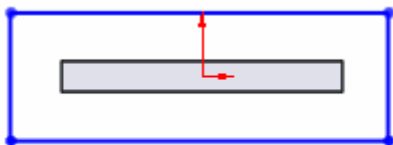

图 10-195 绘制矩形
4) 绘制另一个草图。单击图 10-194 所示的拉伸实体的一个面作为基准面，然后单击“草图”工具栏中的 (边角矩形) 按钮，绘制一个矩形，矩形要大于拉伸实体的投影面积，如图 10-195 所示。